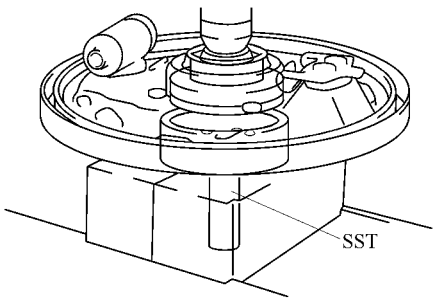

图 14-120 拆下轴承
- (2) 拆下轴承。使用后桥轴轴承拆卸工具和压床拆下轴承，如图 14-120 所示。